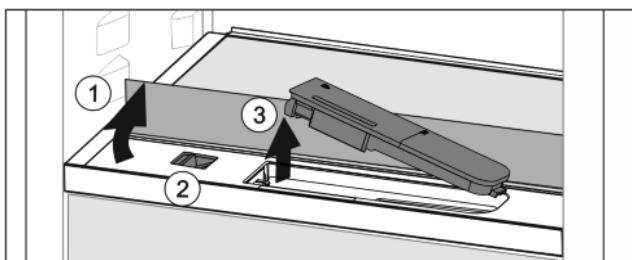

Fig. 38
- Поднять стеклянную панель и откинуть до упора назад Fig. 38 (1).
- Сдвиньте ползунок Fig. 38 (2) влево.
- Вынуть бак для воды Fig. 38 (3).